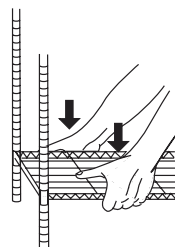

Fig. 3
5. Una volta inserite le quattro aste attraverso i fori d'angolo, collocare la scaffalatura in posizione verticale e premere a fondo la mensola inferiore sui manicotti [Fig. 3].
5. Una vez pasados los cuatro postes a través de los agujeros de esquina sitúe la unidad de estantería hacia arriba, y presione la estantería inferior firmemente sobre los manguitos [Fig. 3].